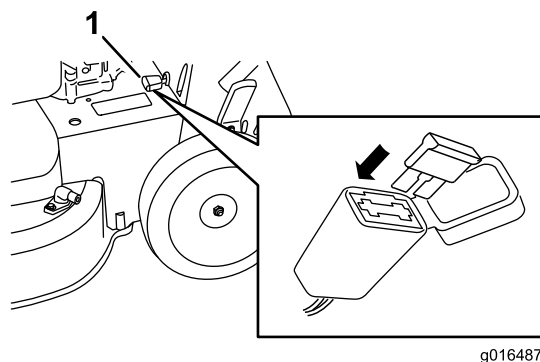

Рисунок 35
1. Откройте герметичный держатель предохранителя и замените предохранитель (Рисунок 35).